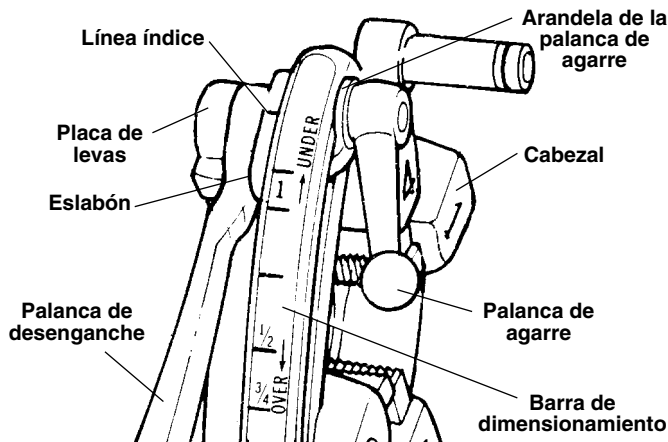

Figura 8 - Cabezal de Terrajas de Apertura Rápida No. 610
El cabezal de terrajas de apertura rápida No. 610 (Figura 8) necesita un juego de terrajas para roscas de 1/2 y 3/4 pulgada y otro diferente para roscas de 1 pulgada. Hay terrajas disponibles para roscas tipo NPT y BSPT.
- Si la rosca es demasiado grande –sobredimensionada- (el calibrador anular no se enrosca lo suficiente), ajuste la barra de dimensionamiento del cabezal de terrajas levemente hacia la marca UNDER (vea la Figura 8). Si la rosca es demasiado pequeña –subdimensionada- (el calibrador anular se enrosca en la rosca más allá de lo debido), ajuste la barra de dimensionamiento del cabezal de terrajas levemente hacia la marca OVER (vea la Figura 8).